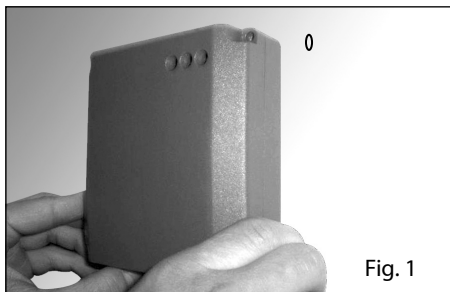

Fig. 1
- prindeți unitatea de control pe șurubul poziționat anterior pe perete (fig.1)